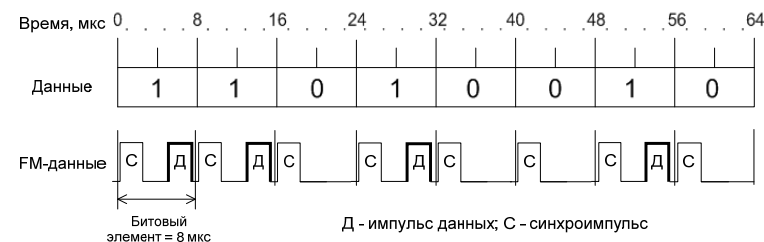

Рисунок 1.1 – Частотная модуляция
**Битовый элемент** определяется как минимальный интервал времени (при постоянной скорости вращения) для размещения бита данных на носителе. При чтении данных по окончании каждого битового элемента контроллер накопителя определяет значение считанного бита данных – 1 или 0 (рисунок 1.1).